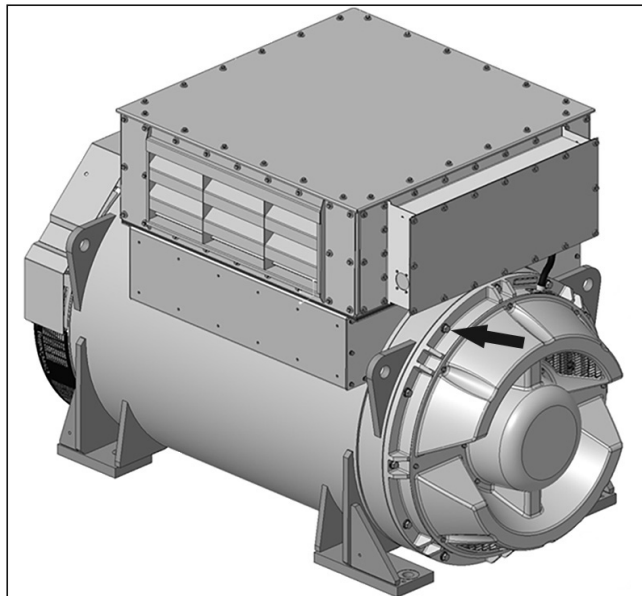

FIGURA 14. ISTRUZIONI PER LA RIMOZIONE E IL MONTAGGIO DEL COPERCHIO DELLA PRESA D'ARIA
1. Rimuovere il coperchio della presa d'aria allentando i 14 bulloni M8 per accedere alle viti di supporto del rotore. Fare riferimento a: Figura 14 a pagina 27.
1. Rimuovere il coperchio della presa d'aria per accedere alle viti di chiusura del supporto del rotore per il transito. Fare riferimento a: Figura 14 a pagina 27.